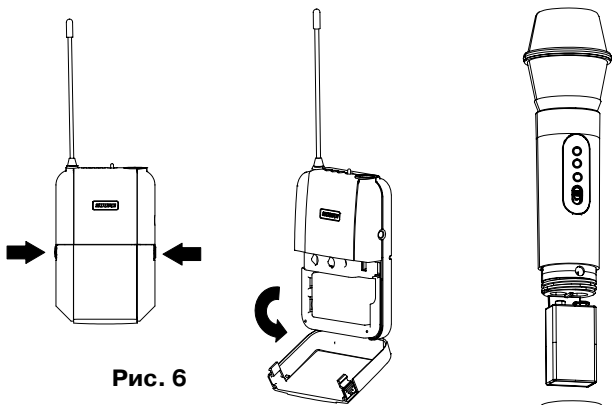

Рис. 6
2. Нажав на замки, откройте крышку отсека батареи (Рис. 6).